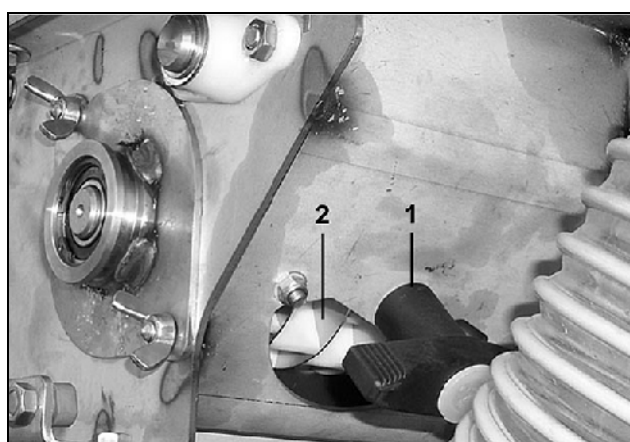

Fig. 117
- Abra la tapa de evacuación de restos (Fig. 117/2) girando el asidero (Fig. 117/1).
- Cerrar la tapa de vaciado restante (Fig. 117/2) y sujetar el recipiente colector de semillas vacío en el depósito de semillas.